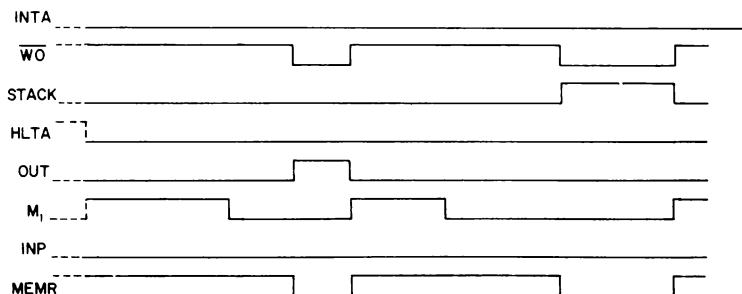

Fig. 6-10. Gli otto bit di stato su cui viene effettuato un latch.
- I bit di stato su cui viene effettuato un latch (Fig. 6-10).